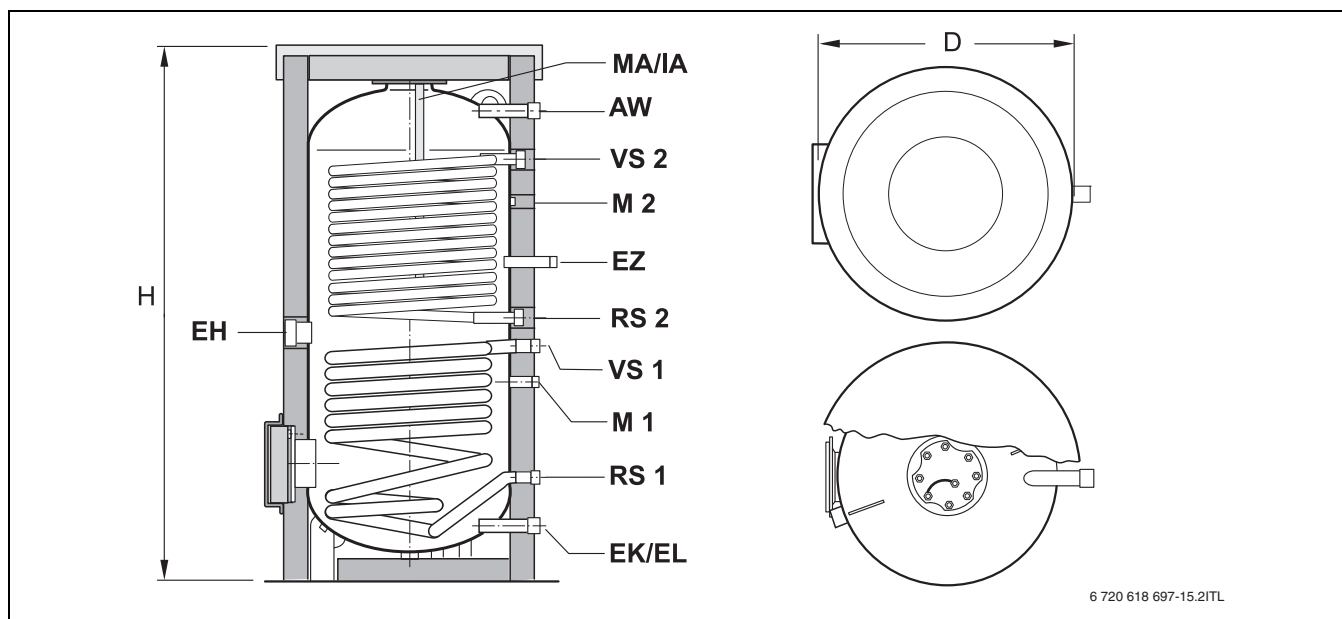

Рис. 2 Размеры и подключения
- ▶ Подключите подающую и обратную линии теплового насоса и солнечного коллектора к соответствующим штуцерам бака-водонагревателя (→ рис. 2, стр. 6).